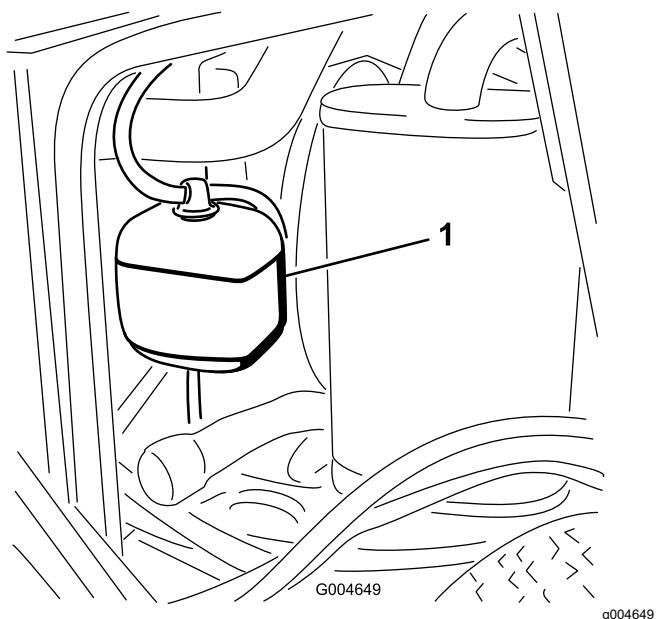

Рисунок 42
- Проверьте уровень охлаждающей жидкости в расширительном бачке (Рисунок 42).